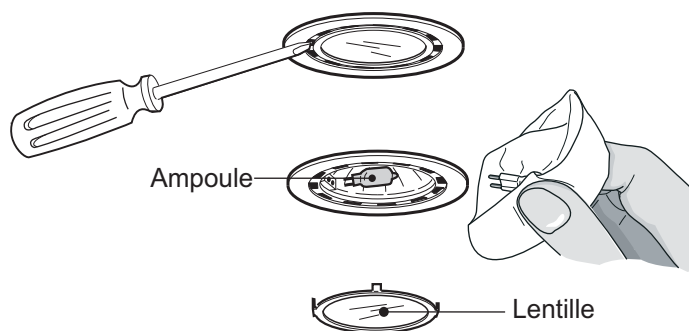

Figure 5 : Remplacement des ampoules halogènes
1. À l'aide de la lame d'un tournevis plat ou d'un outil équivalent, détachez les lentilles de protection en faisant levier, comme illustré sur la *Figure 5*.